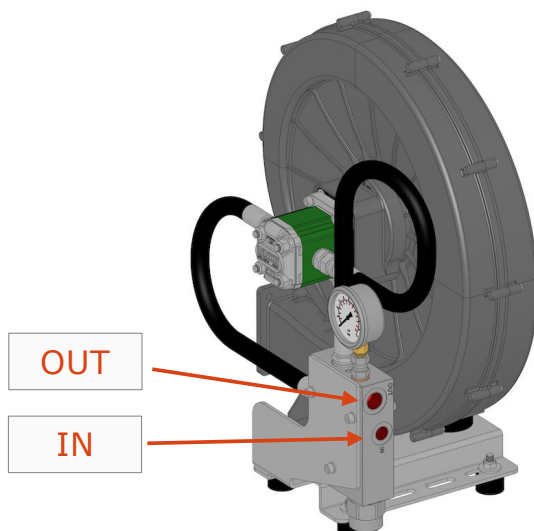

FIGURA 6
1. Conecte el puerto de entrega "IN" con rosca de 3/8" de la válvula reguladora de flujo a la tubería de entrega (FIGURA 6);
2. Conecte el puerto de entrega "OUT" con rosca de 1/2" de la válvula reguladora de flujo a la tubería de entrega (FIGURA 6)